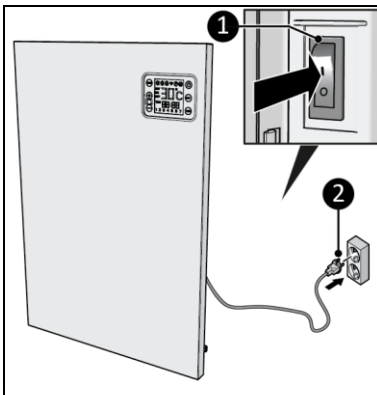

Figure 13
2. Assurez-vous que le commutateur ON/OFF est en position OFF (figure 13, pos. 1).
3. Insérez la fiche d'alimentation (figure 13, pos. 2) dans une prise murale reliée à la terre et facilement accessible. Utilisez une prise murale mise à la terre d'une puissance minimale de 1200 watts.